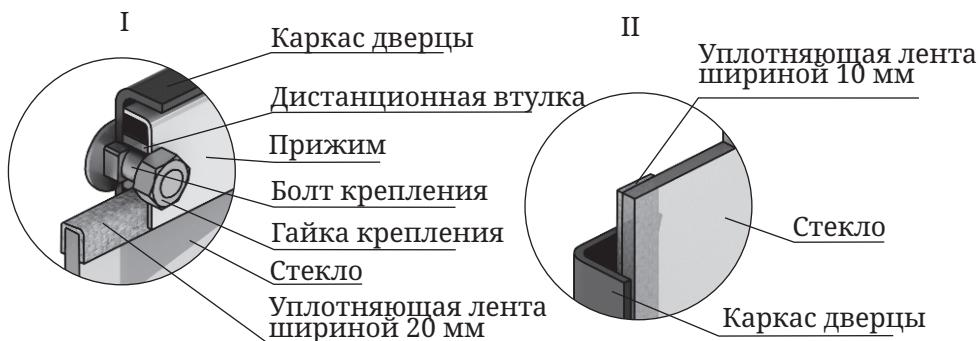

Рисунок 12. Крепление светорозрачного экрана дверцы модификации «Люмина»
1. Открутите две гайки, фиксирующие прижим (рисунок 12.I), и демонтируйте его и дистанционные втулки.
(рисунок 12.I), лента
(рисунок 12.II).
4. Вставить стекло в упор, при этом лента наклеенная с боковых сторон (вертикальная) должна быть зажата между стеклом и каркасом дверцы (рисунок 12.II).